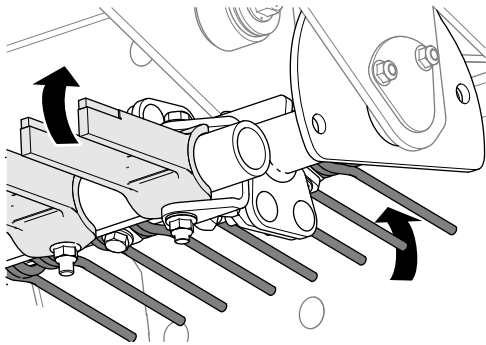

Figura 37
5. Gire el brazo del apero combinado para seleccionar un juego de púas (Figura 37).